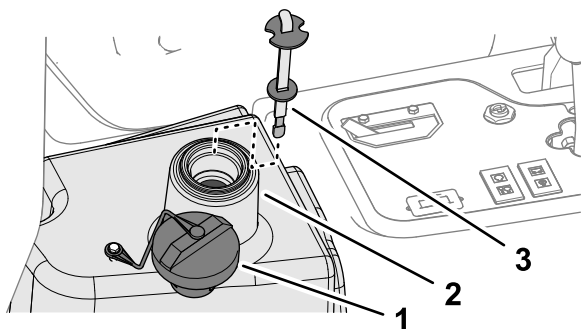

Figure 93
2. Nettoyez la surface autour du goulot et du bouchon de remplissage du réservoir hydraulique (Figure 93), et enlevez le bouchon.